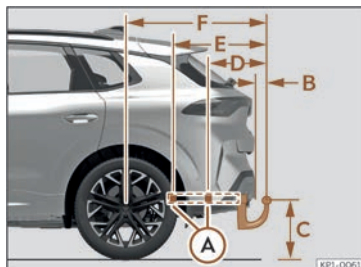

Abb. 199 Anhängervorrichtung: Maße und Befestigungspunkte.
Das Mittelmaß des Kugelkopfes und der Fahrbahn >>> (Abb. 199) (C) darf den angegebenen Wert nicht unterschreiten. Dies gilt auch für ein vollbeladenes Fahrzeug, einschließlich der technisch maximal zulässigen Stützlast